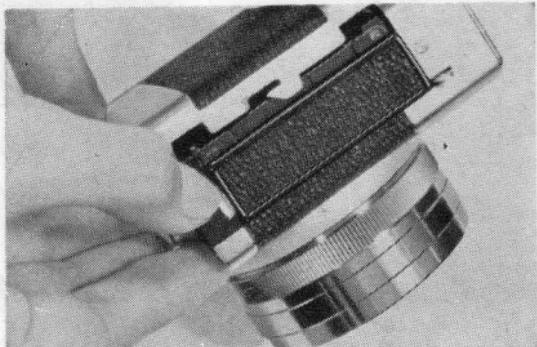

Fig. 2
1. Pull out the BACK COVER LATCH and open hinged back. (Fig. 2)
1. Ziehen Sie an der Rückdeckelarretierung, bis der Rückdeckel aufspringt. (Fig. 2)
1. Ouvrez le couvercle du dos de l'appareil (Fig. 2)
1. Arranque el Seguro de la Tapa Trasera y ésta se abrirá. (Fig. 2)